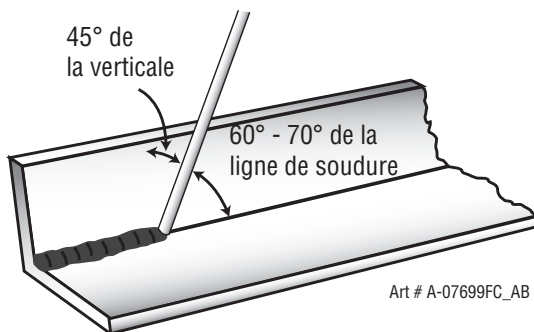
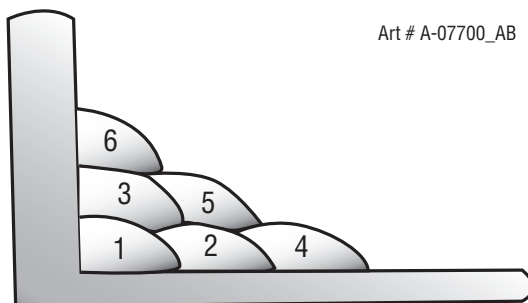

Figure 7-14 : Position de l'électrode pour une soudure d'angle HV
Figure 7-15 : Passes multiples dans une soudure d'angle HV
Un morceau de cornière est un spécimen approprié pour commencer, ou deux longueurs de bande d'acier peuvent être fixées ensemble à angle droit. En utilisant une électrode Sureweld 7014 de 1/8 po. (3,2 mm) à 100 ampères, positionnez la cornière avec une jambe horizontale et l'autre verticale. C'est ce qu'on appelle un congé horizontal-vertical (HV). Amorcez l'arc et amenez immédiatement l'électrode dans une position perpendiculaire à la ligne du congé et à environ 45° de la verticale. Certaines électrodes doivent être inclinées d'environ 20° par rapport à la position perpendiculaire pour éviter que le laitier ne coule devant la soudure. Voir la figure 7-14. N'essayez pas de réaliser des soudures d'une largeur supérieure à 1/4 po. (6,4 mm) de largeur avec une électrode de 1/8 po. (3,2 mm), sinon le métal soudé a tendance à s'affaisser vers la base, et une contre-dépouille se forme sur la branche verticale. Il est possible de réaliser des tresses multiples comme le montre la figure 7-15. Le tissage des soudures d'angle HV n'est pas souhaitable.